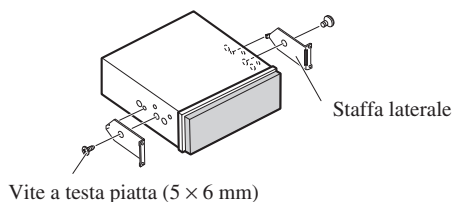

Fig. 8
2. Installare le staffe laterali. (Fig. 8)